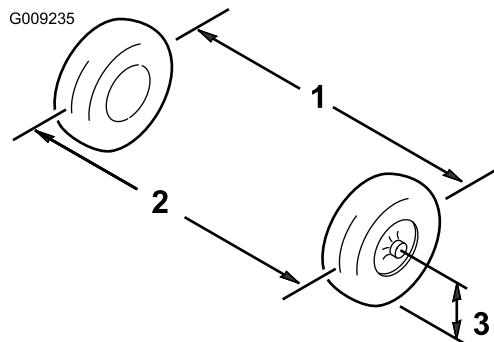

Figure 53
- Mesurez la distance entre les roues avant à hauteur d'essieu, à l'avant et à l'arrière des roues (Figure 53).